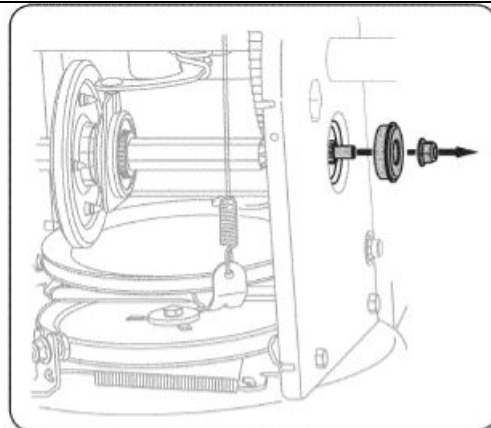

Рис. 30
6. Аккуратно отверните шестигранную гайку и извлеките шайбу, фиксирующие к раме снегоуборщика шестигранный вал. Придерживая вал рукой, извлеките шариковый подшипник с правой стороны рамы снегоуборщика. См. Рис. 30.